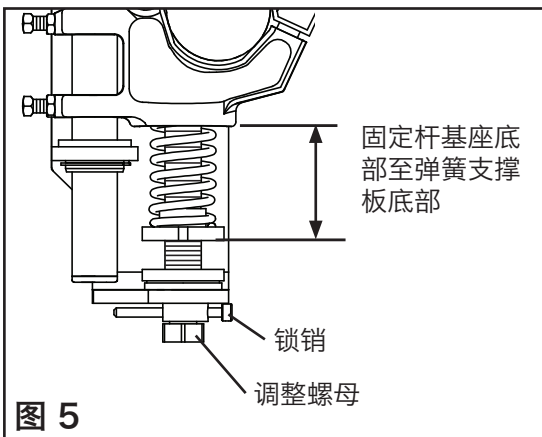

图 5
5. 设置刮刀张力。转动调整螺母直至达到正确的弹簧压缩量（图 5）。弹簧压力取决于弹簧的长度。请参照下表找出适合您输送带带宽的弹簧长度。重新安装好锁销。